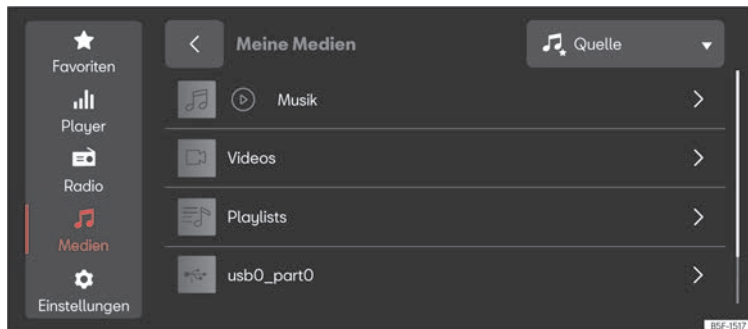

Abb. 183 Schematische Darstellung: Ansicht Medien.
- Drücken Sie **MENÜ** > > > > (Abb. 183).